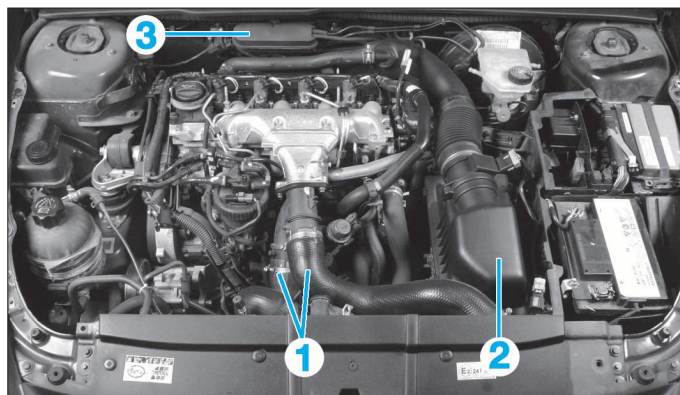

FIG. 85
- les conduits de suralimentation (1) (Fig.85).
- la boîte à air (2).